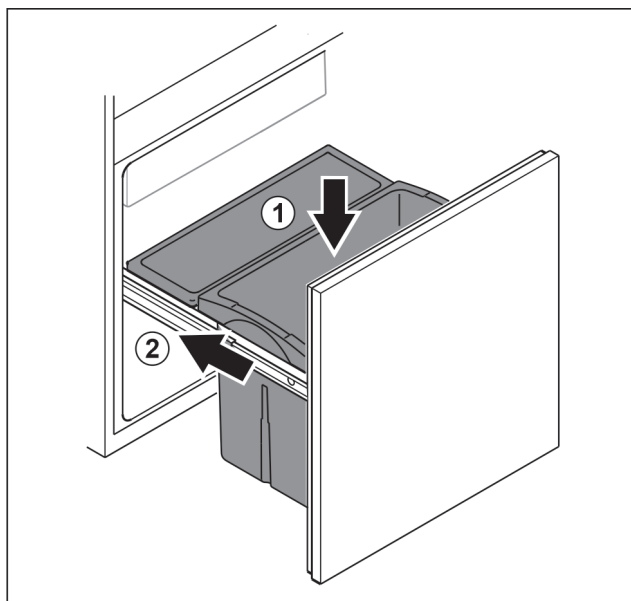

Fig. 99
- ▶ Inserire il cassetto dall'alto. Fig. 99 (1)
- ▶ Inserire il carrello spingendolo. Fig. 99 (2)